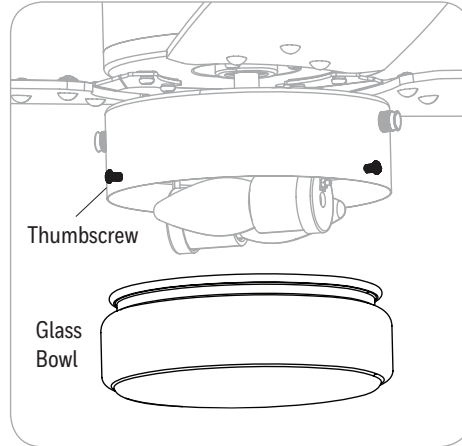

Figure 5.8
8. Afloje las tres empulgueras en los laterales del kit de iluminación. Coloque el recipiente de vidrio y reajústelo (Figure 5.8).